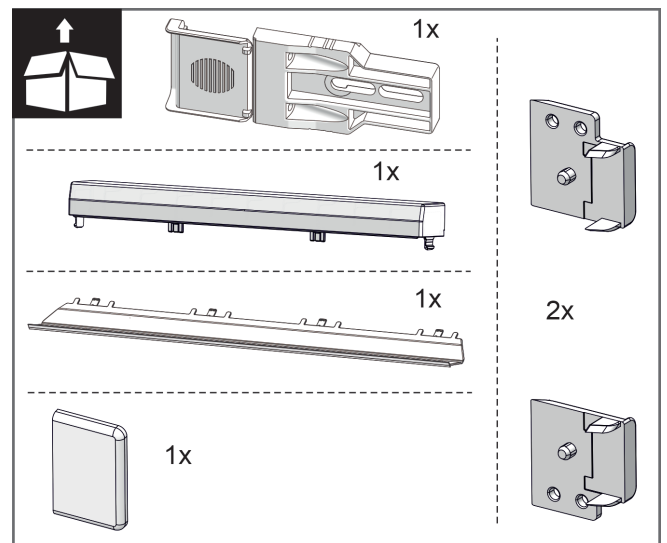
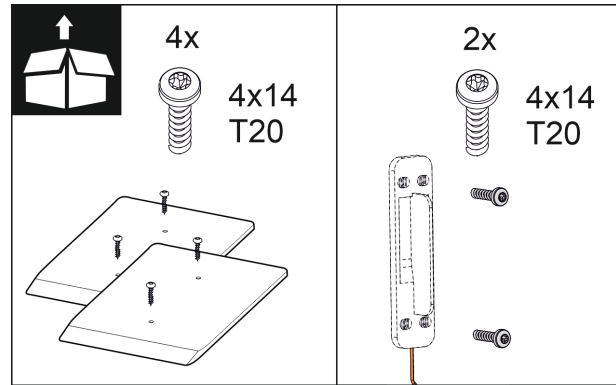

Fig. 10
Fig. 16
2. 检查附件包中的安装部件。Fig. 10 () 至 Fig. 16 ()
## 附件包中的安装部件 Fig. 10 () 至 Fig. 16 ()